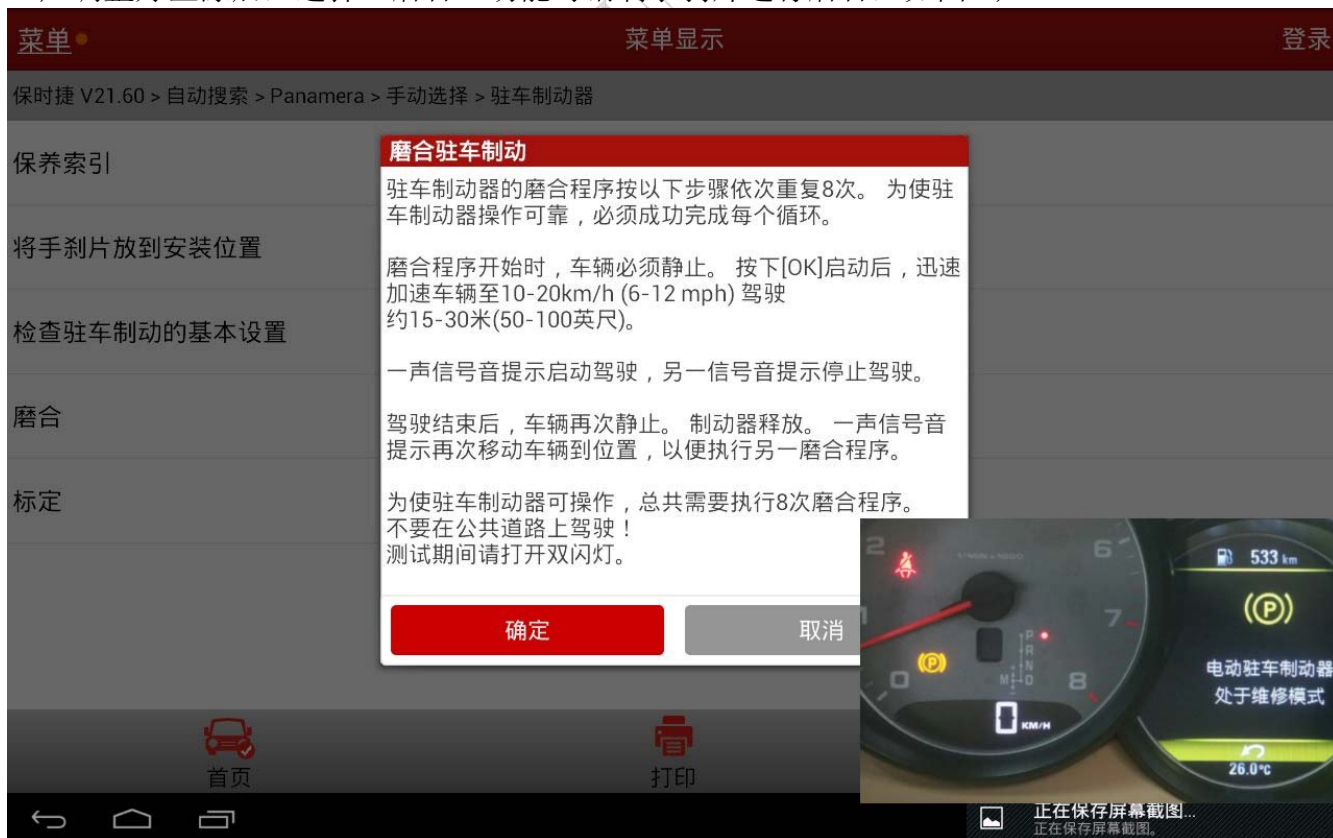

图 9
12). 调整好空隙后，选择“磨合”功能对钢制手刹片进行磨合，如图 9；